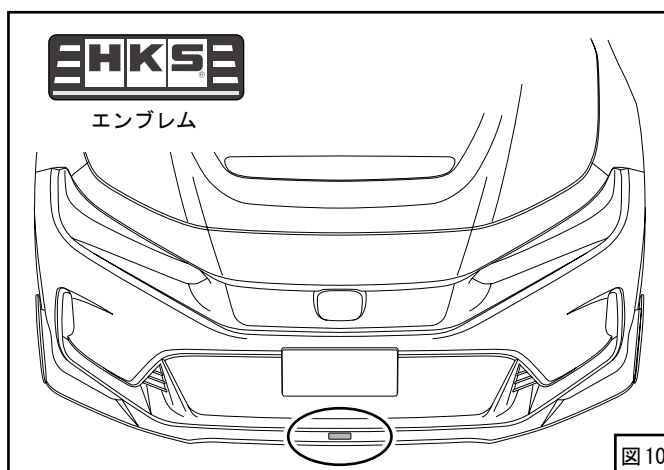

図 10
- (11) エンジンアンダーカバーリッドを元のように取付けてください。
- (12) 取付け状態を確認し、浮きやガタツキがないか確認してください。
- (13) 貼付け箇所を脱脂してお好みでエンブレムを貼付けてください。(図 10)
推奨位置を図 10 にて示します。